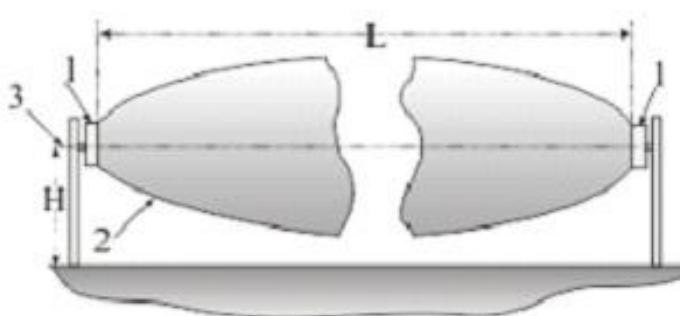
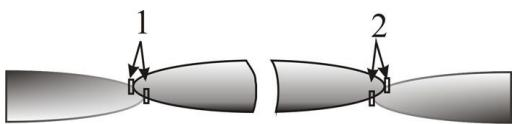

Рис. 4.1
Рис. 4.3
4.1.6 При наклонной ориентации блоков, ЗО «2» (рис. 4.1) имеет форму, усеченного поверхностью земли, эллипсоида вращения. При приближении к БПРД (БПРМ) ЗО «отрывается» от земли и, при необходимости обнаружения низко движущегося («на корточках») нарушителя, необходимо прикрыть образовавшиеся «проходы» с помощью смежных ЗО, как показано на рис. 4.3, 4.4 (вид сверху) и 4.5 (вид сбоку).